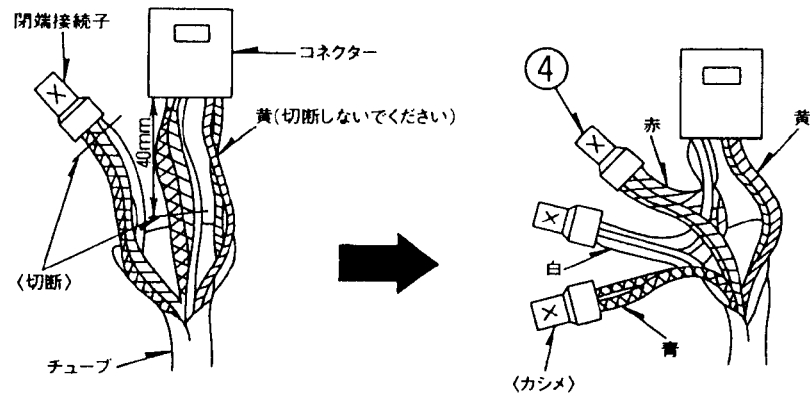
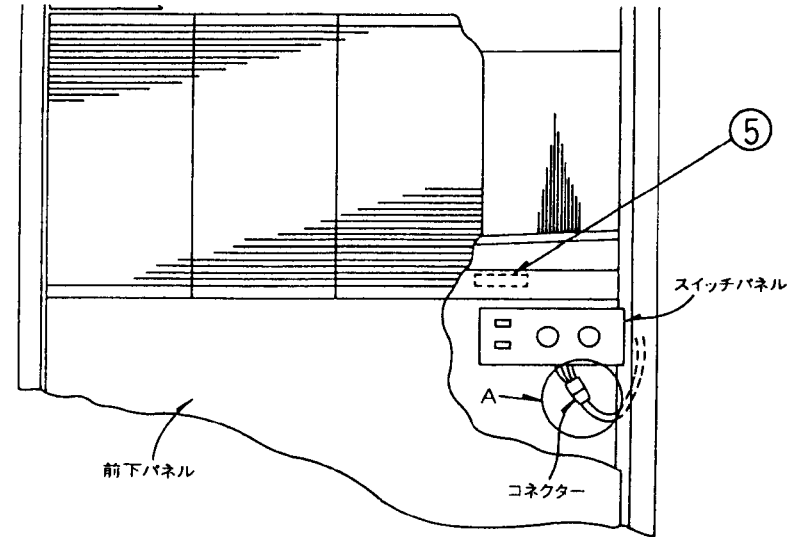

図2 (A部)[カシメ作業には圧着ベンチを使用]
図1
- (1) 吸込グリルを取外し、前下パネル（取付ネジ2本）の順に取外してください。
- (2) ファンケーシングを取付けているネジを流用して、図1の要領にて、吹出ダクトフランジを取付け（歯付座金AB5②、ナット5③各4個）てください。
- (3) スイッチパネル下部のファンモータの配線を3項の要領にて変更してください。
- (4) 標準仕様変更銘板をドレンパン上の製品名板の横に貼ってください。
- (5) 上記作業完了後、取り外した部品を元通りに取付けてください。
- (1) ファンモータのリード線をA部(図1)の個所で図2のように変更します。
- (2) 黄色のリード線を切断しないよう注意して赤、白、青のリード線を切断し、それぞれの先端を15mm皮むきた後、同色のリード線をより合せ、閉端接続子で接続してください。なお、チューブを作業しやす